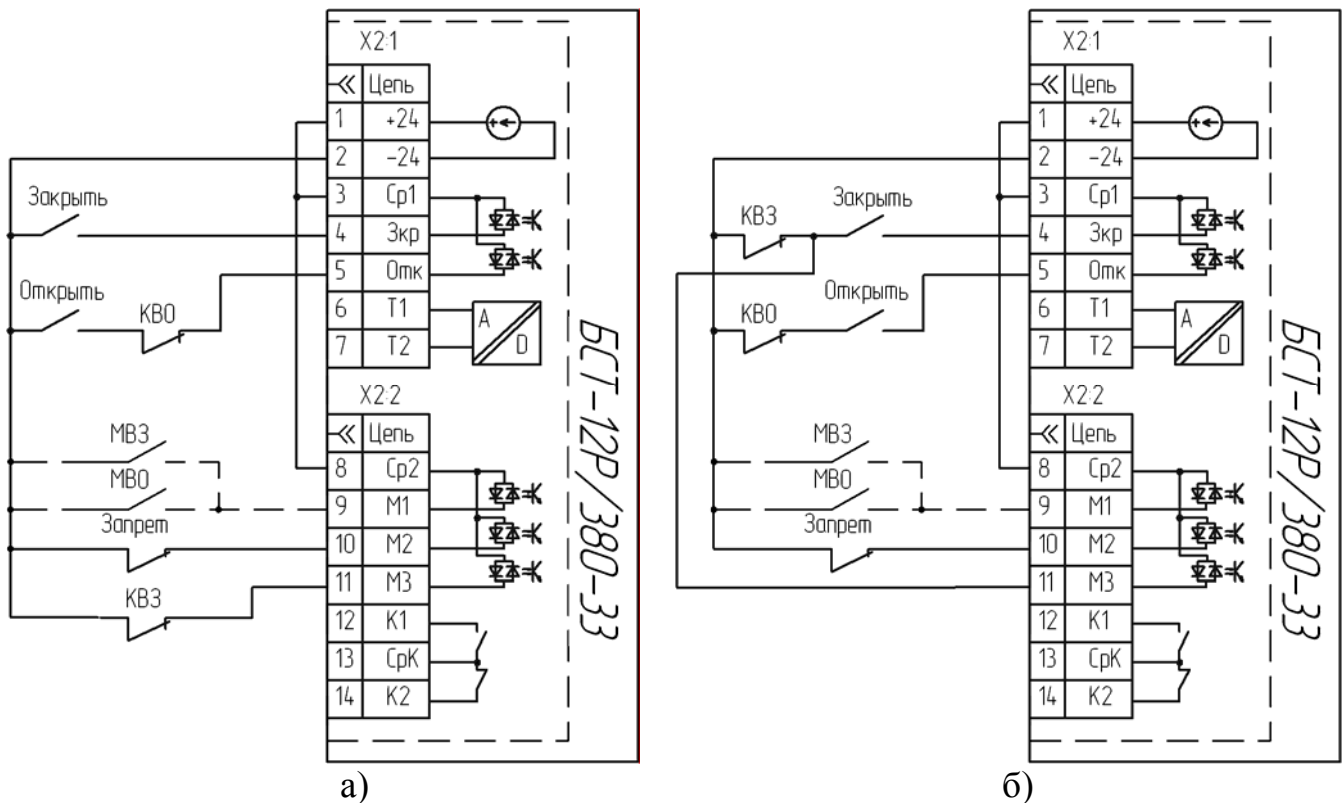

Рисунок 8 – Примеры схем подключения для варианта настройки входов 3
5. Режим дожима во время закрытия включается при снятии сигнала со входа «М3» при наличии сигнала на входе «Зкр» (см. рисунок 8, а), а также при одновременном снятии сигналов с входов «Зкр» и «М3» (см. рисунок 8, б). Переход в состояние «Закр.» после превышения тока больше уставки *Idжм* или по сигналу МВЗ (см. 2.3).
| 3 | Рис. 8 | Отключение функции невозможно | |